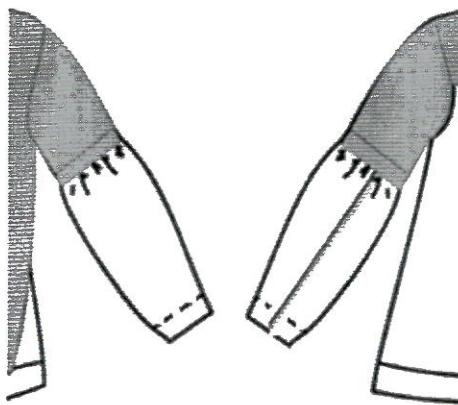

Рисунок 1 – Фрагмент свитшота. Обработка рукава
Второй этап: Моделирование фрагмента заданной модели «Обработка рукава» (стр. 7, рис. 1) в натуральную величину и изготовление лекал
Третий этап: Изготовление (пошив) образца фрагмента заданной модели (стр. 7, рис. 1) женского свитшота.
1) Внешний вид фрагмента заданного изделия должен полностью соответствовать техническому рисунку модели и художественно-техническому описанию (стр. 3, табл. 1) и рисунку фрагмента (стр. 7, рис. 1).